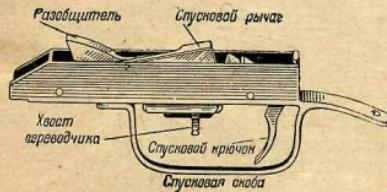

Рис. 13. Спусковая коробка со спусковым механизмом
**Спусковой механизм** (рис. 13) служит для ведения одиночного и автоматического огня. Он состоит из спусковой коробки, переводчика, гнётка переводчика, спускового рычага с пружиной, спускового крючка с пружиной, разобщителя и основания разобщителя.
**Спусковая коробка** (см. рис. 13) служит для помещения в ней спускового механизма. Она имеет: а) передние **выступы** для соединения с затворной коробкой; б) **отверстия** для осей спу-